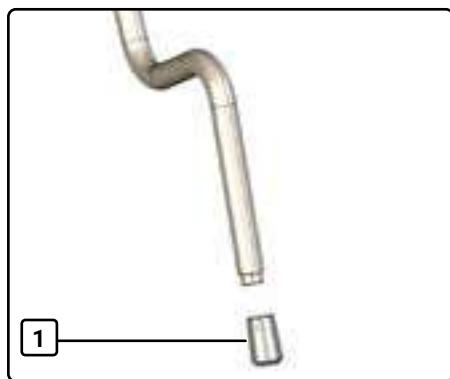

Fig. 12 Buse du tuyau de vapeur démontée
2. Dévissez manuellement la buse (1, Fig. 12) du tuyau de vapeur et placez-la sur le côté.